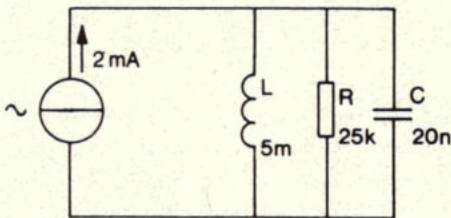

Fig. 19.
5. Bepaal van de schakeling van fig. 19: